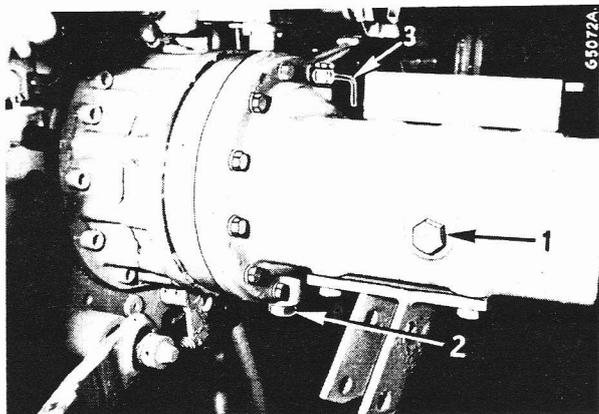

Figure 87 - Essieu arrière
Pour vérifier le niveau d'huile, retirez le bouchon (1, fig. 87). Ajoutez au besoin du lubrifiant jusqu'à ce que le niveau parvienne à l'orifice de remplissage (1).